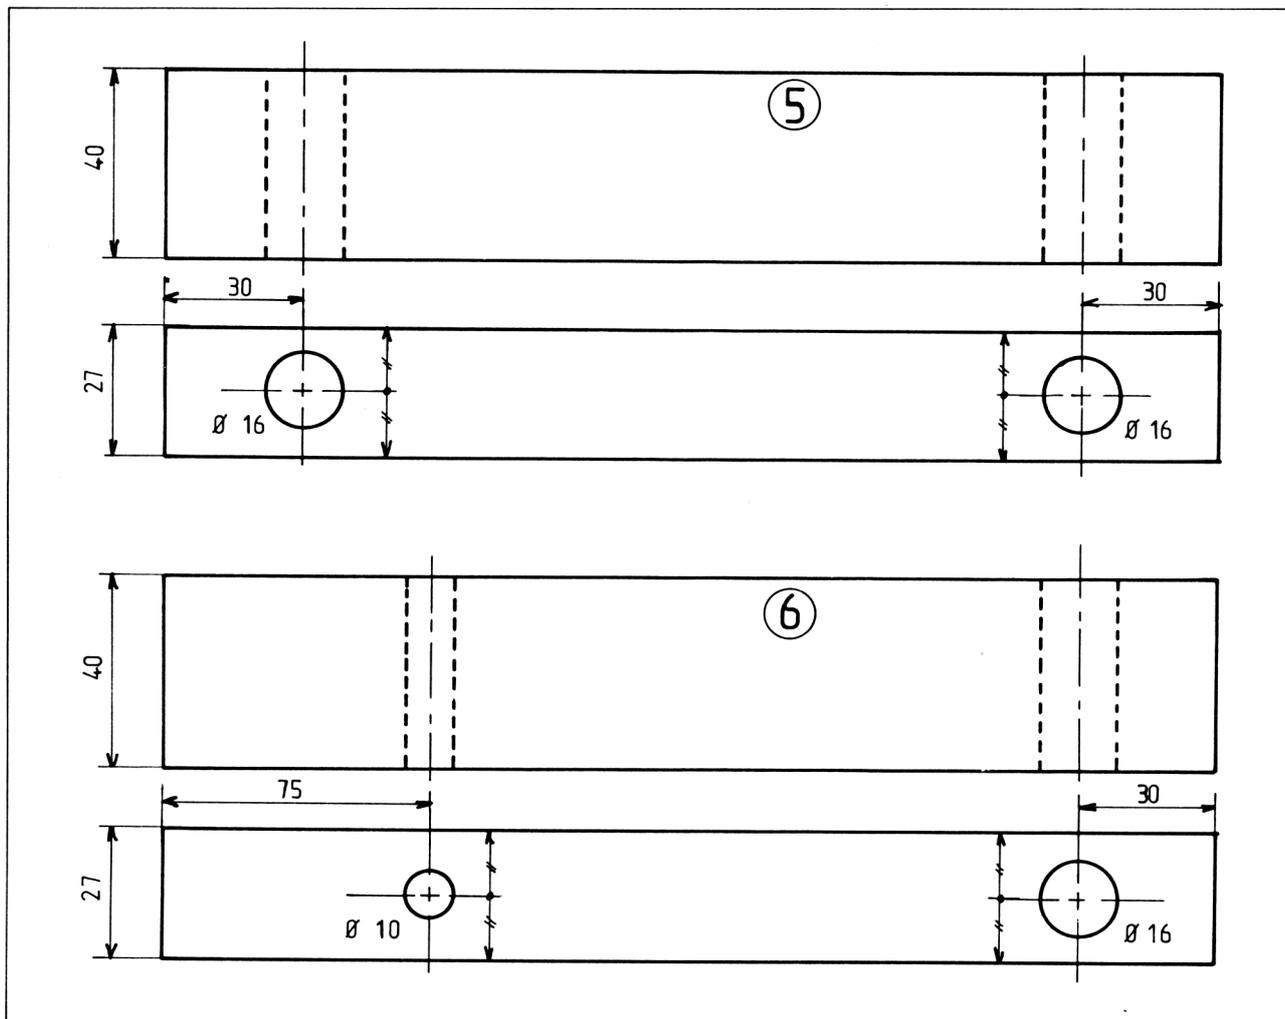

Fig. 6
Le tube rectangulaire ⑤ est percé au $\varnothing 16$ mm. Effectuer un traçage et pointage suivant la figure 6.